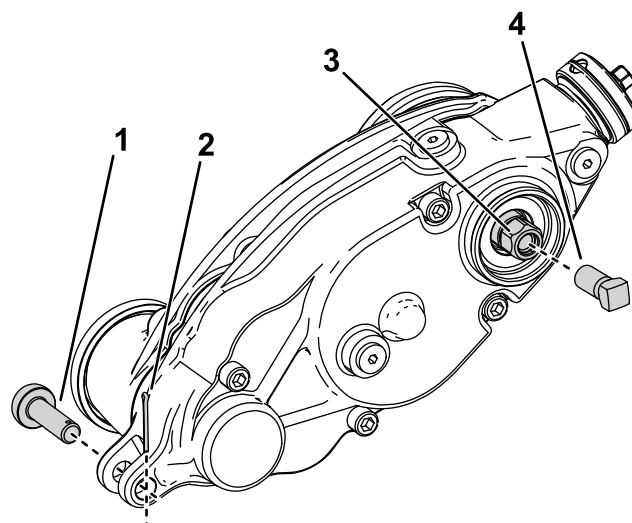

図 29
3. グルーマを駆動ボックスをアジャスタアームに接続しているアジャスタピンとコッターピンを外す 図 29。
5. 図 29 のように、補強ねじ P/N 1-803022 別売をグルーマ駆動六角ヘッドのねじ溝に取り付けて 13.5 Nm 1.4 kg・m = 120 in-lb にトルク締めする。
6. グルーマ駆動六角ヘッドを回して、リールからグルーマ駆動ボックスを外す 図 29。